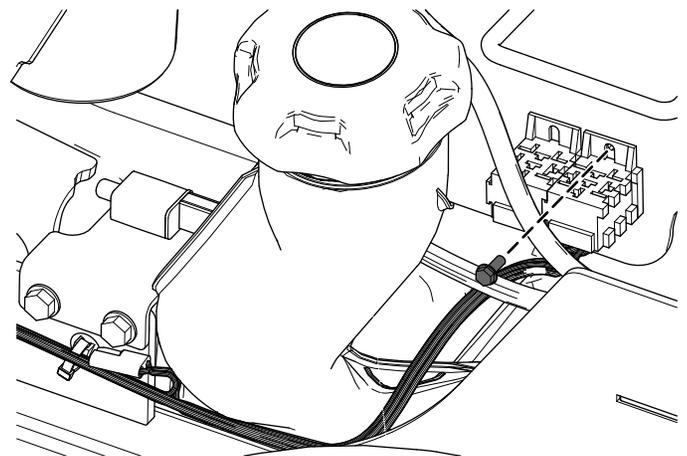

図 20
4. タップタイルねじを使用して、リレーの近くにワイヤハーネスを取り付ける 図 20。